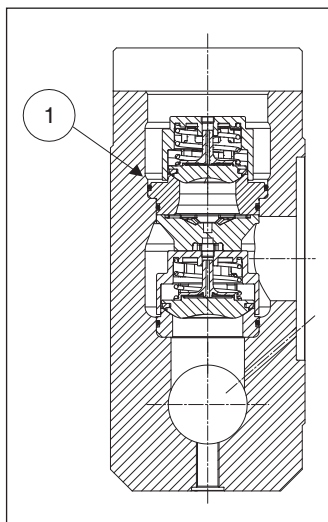

Abb. 189
**Achten Sie besonders auf das Einsetzen des O-Rings Pos. ①, Abb. 189. Verwenden Sie das Werkzeug Art. 27760700, damit der O-Ring beim Einsetzen nicht reißt.**